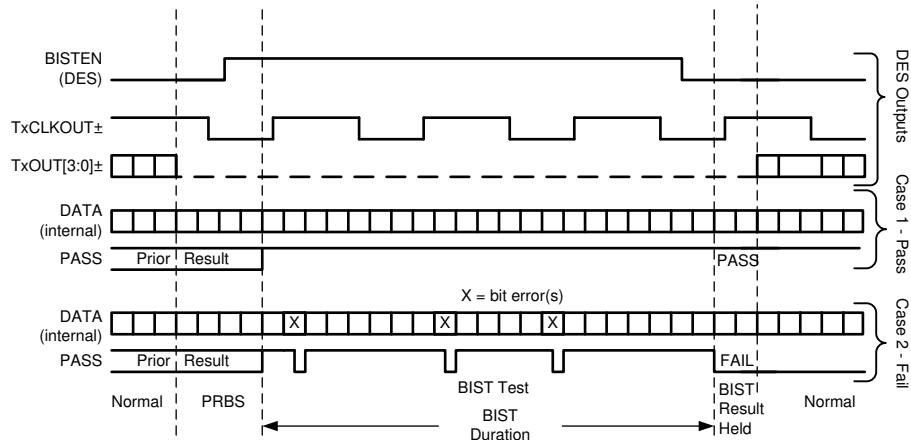

図 8-11. BIST 波形とデシリアライザ信号の関係
**ステップ 4:** デシリアライザの **BISTEN** ピンを **Low** にすると、リンクは通常動作に戻ります。図 8-11 に、2 つのケースについて、標準的な **BIST** テストの波形図を示します。ケース 1 にエラーはなく、ケース 2 には複数のエラーがあります。リンクが堅牢 (差動データ転送など) であるため、ほとんどの場合、エラーを発生させるのは困難です。エラーを故意に発生させるには、ケーブルを大幅に延長し、相互接続メディアに障害を引き起こす等の工夫が必要でしょう。